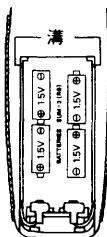

図4
3)乾電池(単3)4本を次頁図4の極性に合わせて、正しく入れます。
4)電池カバーを次頁図4の溝に乗せ、すべらせるようにして押し上げ元どおりにします。